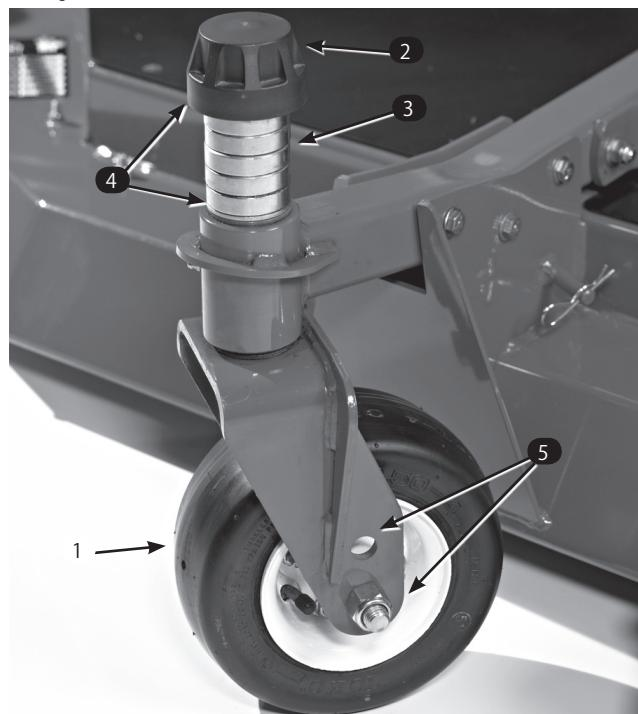

図10
3. スピンドル・シャフトからテンショニング・キャップを取り（図10）、キャスター・アームからスピンドルを抜き出す。シム（3 mm）を2枚スピンドルのシャフトに通す（当初の状態と同じに）。これらのシムは、デッキ全体の左右の水平調整に必要となる。希望する刈高に必要な枚数のスペーサ（13 mm厚）をスピンドル・シャフトに通し、その上からワッシャを取り付ける。